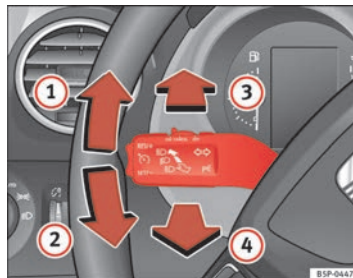

Abb. 77 Blinker und Fernlichthebel
- Drücken Sie den Hebel bis zum Anschlag nach oben ➔ Abb. 77 ①, um **rechts** zu blinken, bzw. nach unten ②, um **links** zu blinken.
- Drücken Sie den Hebel nach vorne $\Rightarrow$ Seite 122, Abb. 77 , um das Fernlicht einzuschalten.